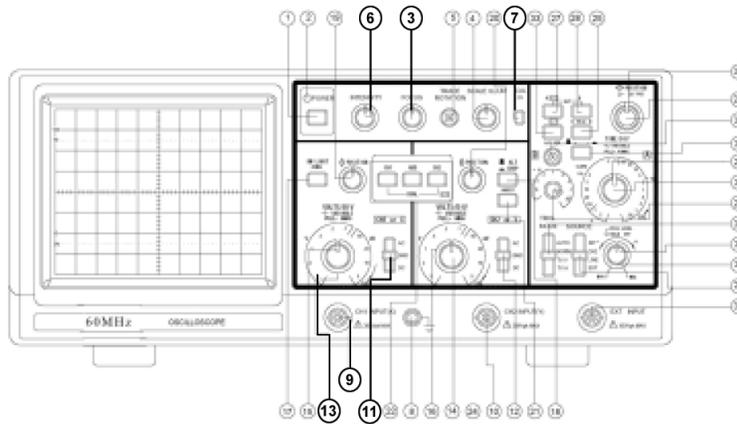

Figura 1. Osciloscópio Minipa MO - 1262.
- Na figura 1 encontra-se o osciloscópio Minipa MO - 1262 com alguns de seus itens utilizados em destaque. Realize as configurações de calibragem necessárias do osciloscópio e ligue-o.
- Observe o traço no osciloscópio e ajuste a intensidade no nível mínimo suficiente para enxergar bem o traço, girando o botão INTENSITY (6) (Justificativa: intensidade do feixe muito forte degrada a tela do osciloscópio). Ajuste também o foco do feixe, girando o botão FOCUS (3).
- Conecte uma ponta de prova no conector BNC (9) do canal CH-1, coloque o seletor (11) na posição GND e ajuste a posição do feixe para que fique exatamente na posição central da tela.
- Coloque o seletor (11) na posição DC e conecte a ponta de prova no terminal PROBE ADJ .5Vp-p (7). Ajuste a escala de tensão do CH-1 (13) para .5 V/div. Se estiver aparecendo uma onda quadrada com .5 V de amplitude